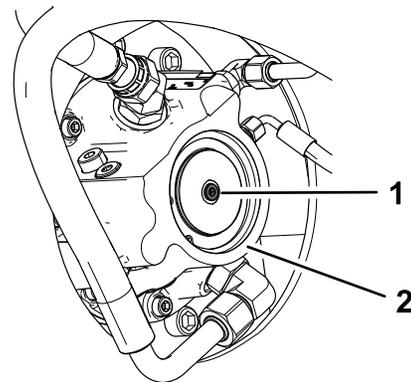

Figure 33
3. Sur chaque moteur d'entraînement, enlevez le bouchon et remplacez-le par une vis (M8–1,25 x 40 mm) et une rondelle (M8 x 16 mm) (Figure 33). Serrez la vis à la main.